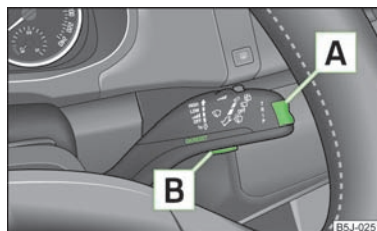

Fig. 7
- Pode activar o **Main menu (Menu principal)**, premindo o botão basculante **A** » Fig. 7 durante mais de 1 segundo.
- No caso de serem indicadas mensagens de aviso no visor de informações, estas mensagens têm de ser confirmadas com o botão **B** » Fig. 7 na alavanca do limpa-vidros, para poder aceder ao menu principal.